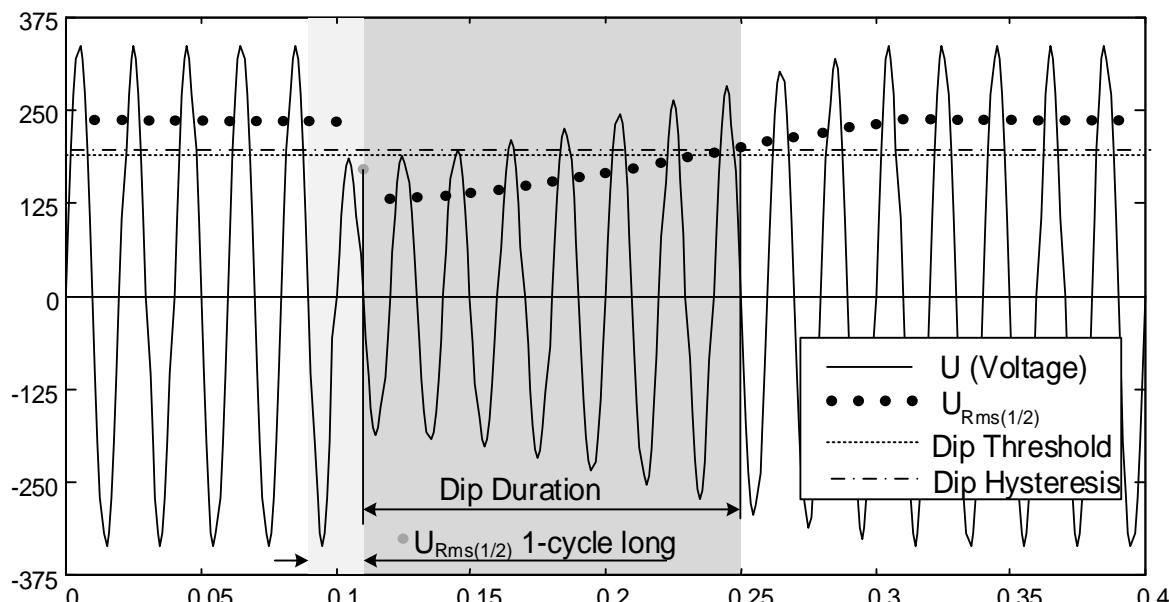
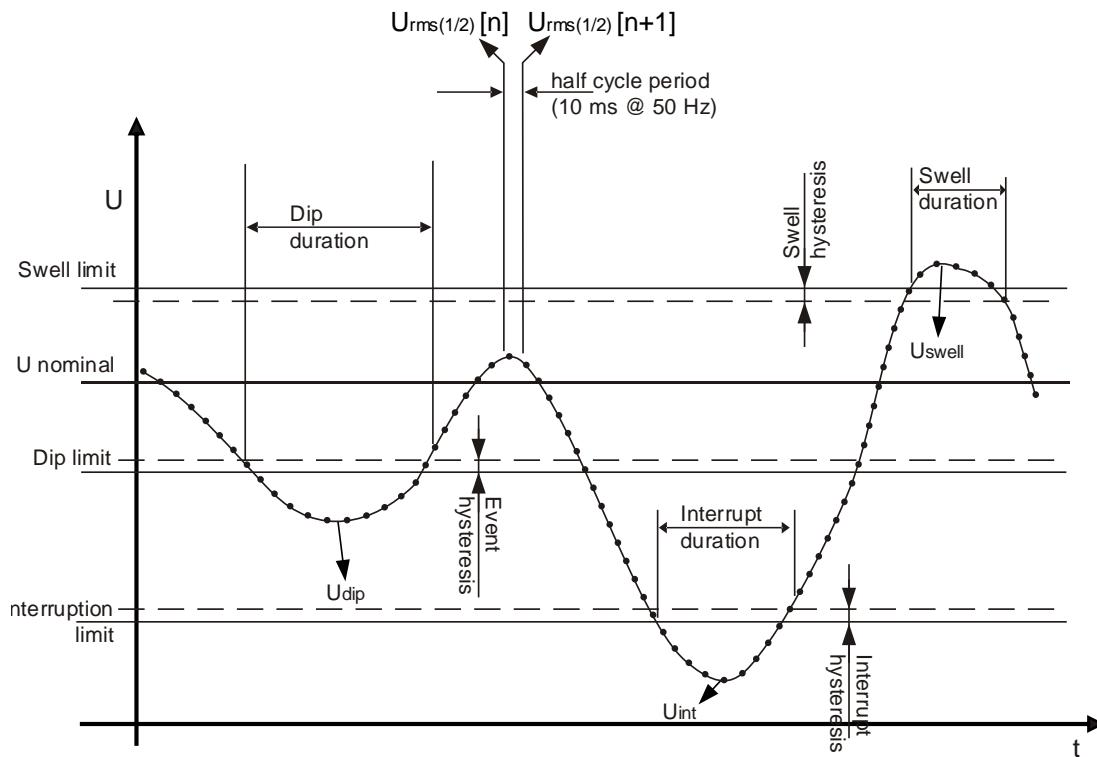

Figura 5.2: $U_{Rms(1/2)}$ di misura 1 ciclo
Figura 5.3 Definizione eventi di tensione
- Nel sistema monofase (Tipo di connessione: 1W), un buco di tensione inizia quando $U_{\text{Rms}(1/2)}$ scende al di sotto della soglia del buco, e termina quando $U_{\text{Rms}(1/2)}$ è pari o superiore alla soglia del buco più la tensione di isteresi (vedere Figura 5.3 e Figura 5.2).,
- Nel sistema monofase (Tipo di connessione: 1W), un picco di tensione inizia quando la tensione $U_{Rms(1/2)}$ supera la soglia del picco, e termina quando l' $U_{Rms(1/2)}$ è pari o inferiore alla soglia picco più la tensione di isteresi (vedi Figura 5.3 e Figura 5.2),
- Nel sistema monofase (1W), l'interruzione della tensione inizia quando $U_{Rms(1/2)}$ scende sotto la soglia di interruzione di tensione e termina quando l' $U_{Rms(1/2)}$ è pari o superiore, alla soglia di interruzione di tensione più l'isteresi (vedi Figura 5.3 and Figura 5.2),